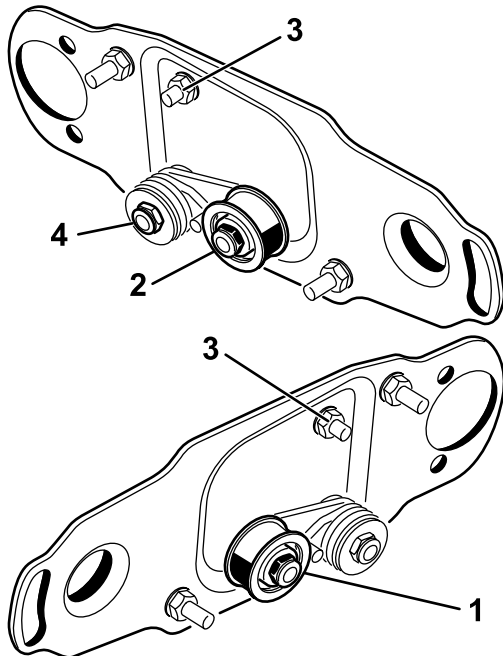

Figure 2
Sur les unités de coupe avant et arrière gauches, inversez la poulie de tension pour la monter sur le **côté droit** de l'unité de coupe (Figure 2), comme suit :
1. Déposez la poulie de tension du côté gauche de l'unité de coupe et montez-la dans le trou inférieur de la plaque de brosse, sur le côté droit de l'unité de coupe (Figure 2).
2. Enlevez le boulon de carrosserie et l'écrou et placez-les dans le trou supérieur occupé précédemment par la poulie de tension (Figure 2).